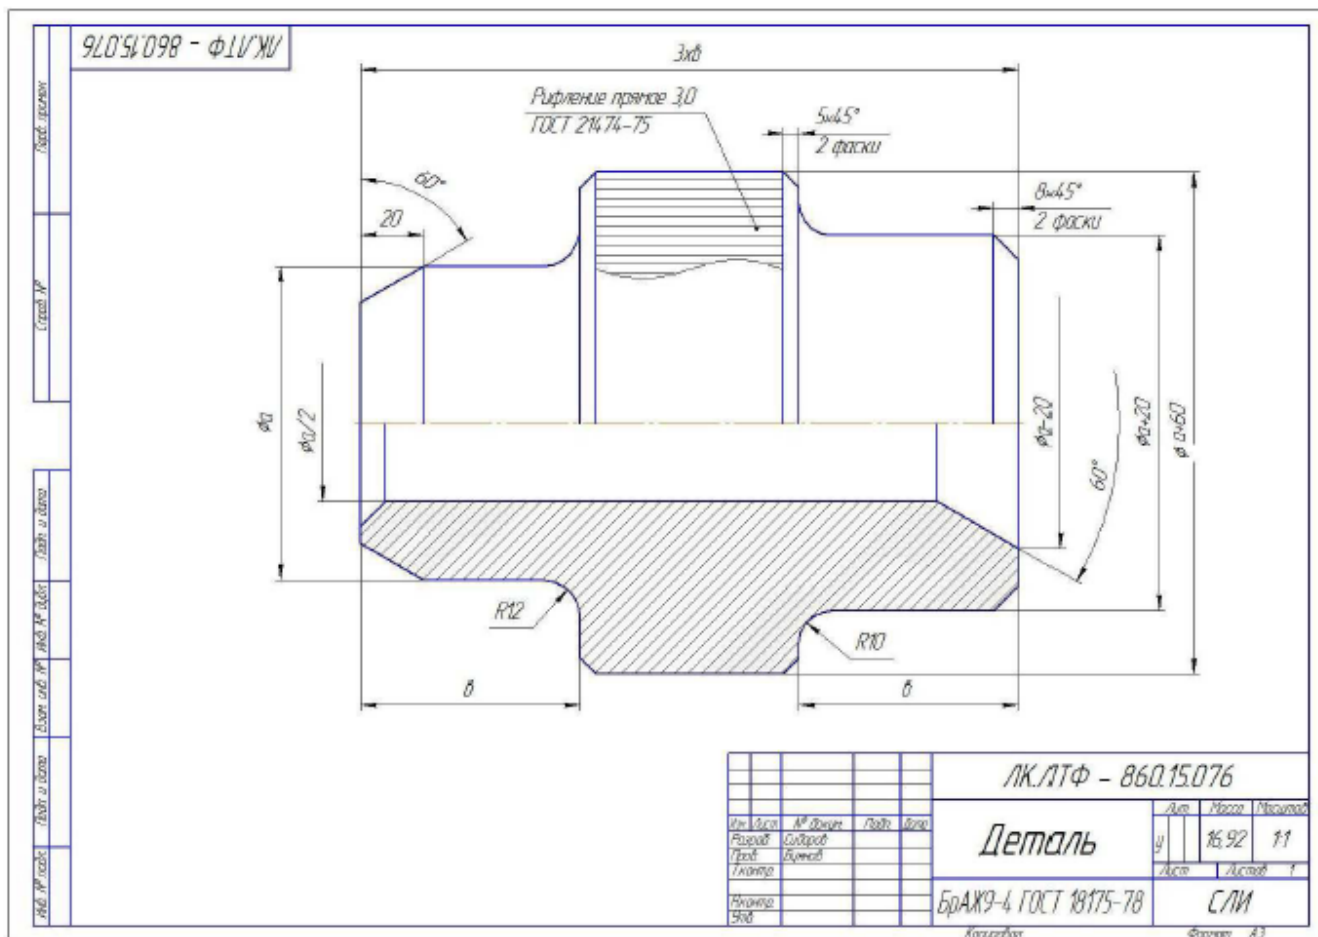

Рисунок 152 – Деталь
- Выполните чертеж Детали, рис. 152. по заданным размерам варианта, табл. 2.